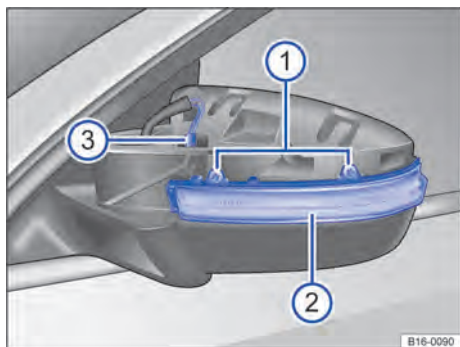

Fig. 186 Porta do condutor: lanterna do indicador de direção no retrovisor externo.
7.	Desaparafusar os parafusos de fixação da unidade do indicador de direção ⇒ Fig. 186 ①.
8.	Retirar a unidade do indicador de direção ② e separar a conexão do conector ③.
10.	Juntar a conexão do conector ③. O conector deve se encaixar de forma audível.
11.	Colocar a unidade do indicador de direção ② na carcaça do espelho retrovisor e aparafusar os parafusos de fixação ①.